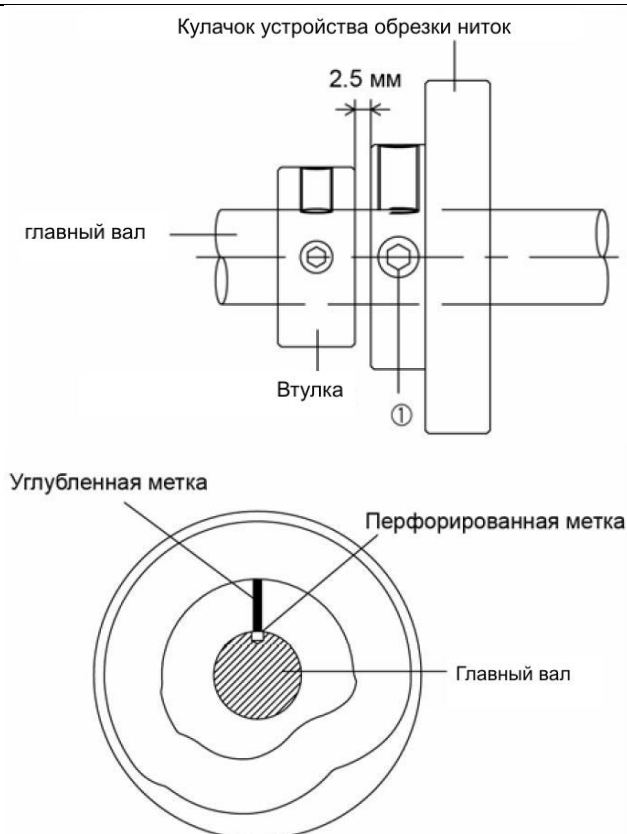

Рисунок 26 – Регулировка фазы устройства обрезки
*Регулировка фазы устройства обрезки* (рисунок 26). Установить расстояние между втулкой главного вала и кулачком устройства обрезки, равным 1,7 мм. Повернуть кулачок устройства обрезки на валу так, чтобы метка на кулачке совпала с перфорированной меткой на главном валу. Затянуть крепежный винт 1. Если кулачок расположен неправильно, то обрезка ниток может не выполняться или может происходить столкновение деталей устройства.